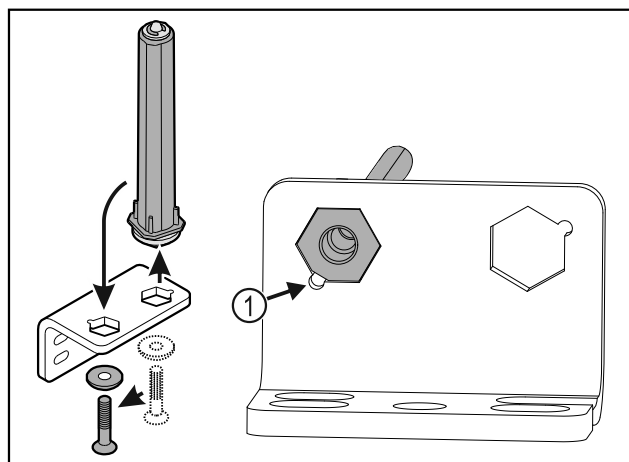

Fig. 33
- ▶ Zwrócić uwagę, aby podczas wkładania ścięcie sworznia Fig. 33 (1) było skierowane na okrągły otwór.